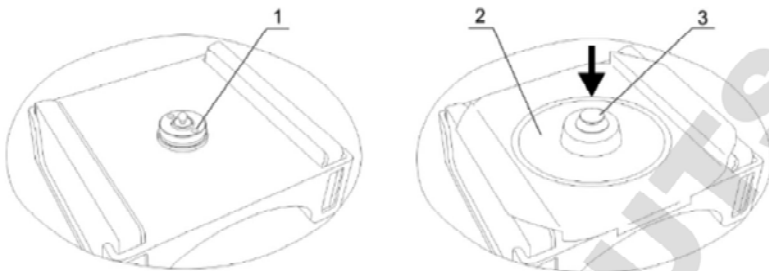

Figure 1. Installation de rotor
- Tenez le rotor d'une main et, à l'aide de la clé fournie pour remplacer le rotor, tournez l'écrou de serrage (fig. 1/1) dans le sens contraire des aiguilles d'une montre pour dégager le rotor.
- Soulever le couvercle de sécurité (fig.1/2) en tirant vers le haut le clip de sécurité (fig.1/3).
- Placez le rotor et fixez-le fermement avec l'écrou de fixation, en plaçant l'écrou avec les trous de clé vers le haut (fig.1/1) et en le tournant dans le sens des aiguilles d'une montre avec la clé incluse.